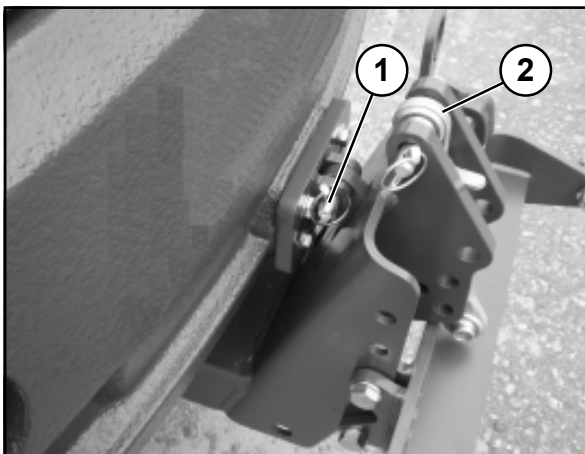

Bild 6-6
(2) Demontera motvikten under motorn. Kör då in den stödjande lyftenheten med monterad staplingsenhet bakifrån under motvikten, så att gafflarna rör vid motvikten en liten aning och att motvikten därmed utan risk kan tas emot på staplingsenheten. Lossa de tre fästskruvarna. Sänk staplingsenheten tillsammans med motvikten och kör ut den bakåt.
(3) Lägg den bakre tillbehörsplåten på staplingsenheten och kör in den under chassit på ett sådant sätt, att tillbehörsplåten kan fästas i fästet på chassit genom att skjuta in bulten (6-5/pil). Lås bulten med ringsprinten.
(4) Vik länkarmen (6-6/2) bakåt, se bild 6-6.
(5) Positionera den bakre tillbehörsplåten genom att tilla upp/ned och lyfta/sänka staplingsenheten, så att bulten kan stickas in i tillbehörsplåtens fästhål på ranger- och bogserkopplingen (6-6/1). Lås bulten med ringsprinten.